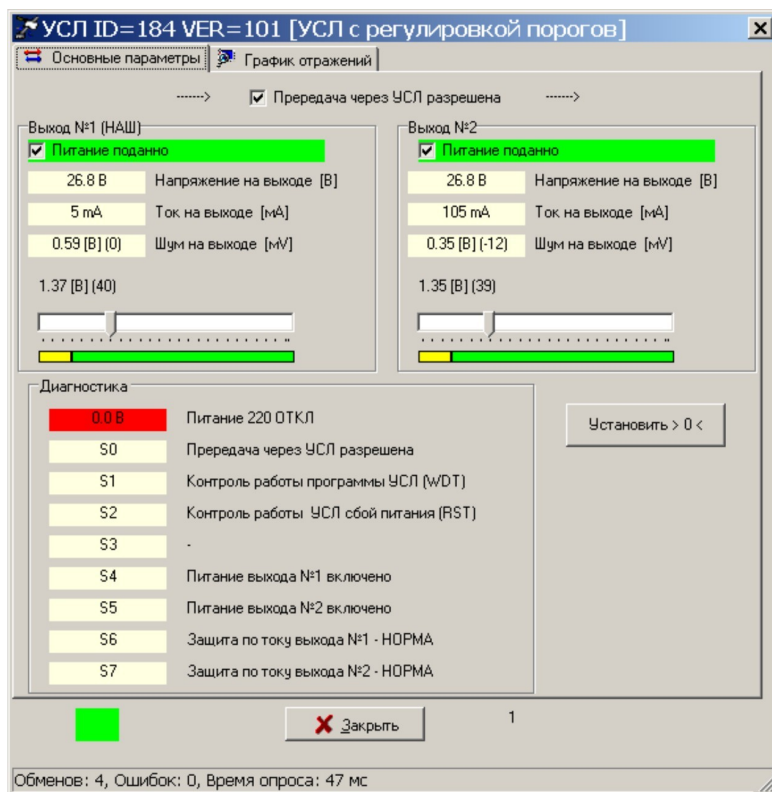

Рисунок 12
2) Выбрать в таблице устройств блок «УСЛ». В окне «Поиск» выбрать команду «Тест» и установить следующие параметры конфигурации УСЛ-П (рисунок 12):
- 4) Выбрать найденный блок в таблице устройств и нажать кнопку «Тест». Откроется окно с параметрами блока (рисунок 12).